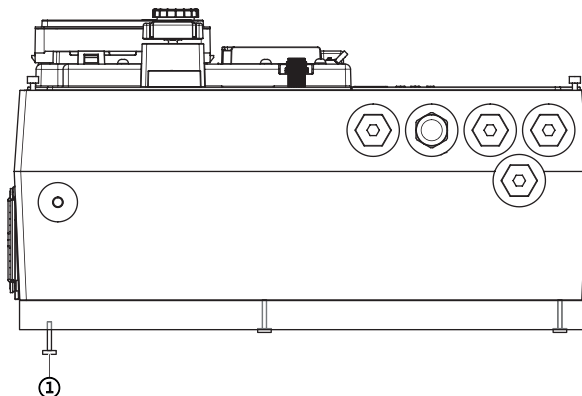

Fig. 116: Løsn adapterplade
6. Løsn skruerne på adapterpladen på undersiden af elektronikmodulet (Fig. 116, pos. 1).